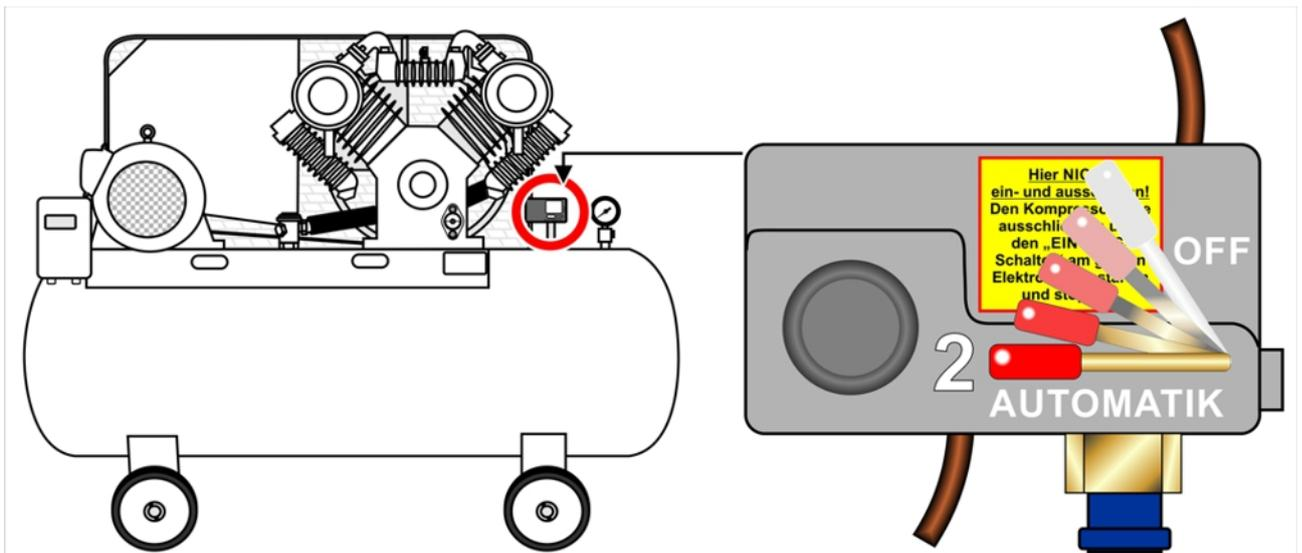

Bild 8
- Zum Betreiben des Kompressors stellen Sie den Hebel an der Druckschalterabdeckung (Bild 8, Nr. 2) auf „AUTOMATIK“ und belassen Sie den Hebel in dieser Position (auch beim Ausschalten des Kompressors). Dieser Hebel sollte nur dann wieder auf „OFF“ gestellt werden, wenn Sie den Kompressor transportieren.
***AUSNAHME:** Falls sich der Kompressor auf Grund einer Fehlfunktion nicht über diesen Schalter abstellen läßt, dann ist ausnahmsweise der Hebel an der Druckschalterabdeckung (Bild 8, Nr. 2) in die Position „OFF“ bzw. „AUS“ zu stellen.